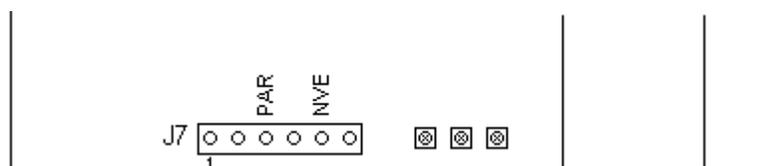

Figura 8
Los terminales PAR (3) y NVE (5) del conector J7 conectan a un parlante de 8 Ohm (Figura 8).